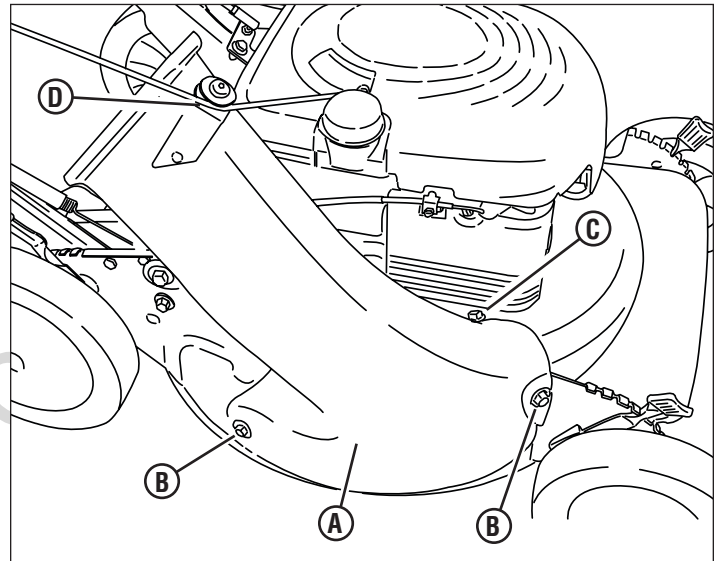

Figure 14
1. Installer l'adaptateur du sac à herbe (A, Figure 14) et fixer au côté et au haut du plateau avec les deux écrous (B) fournis avec la machine.